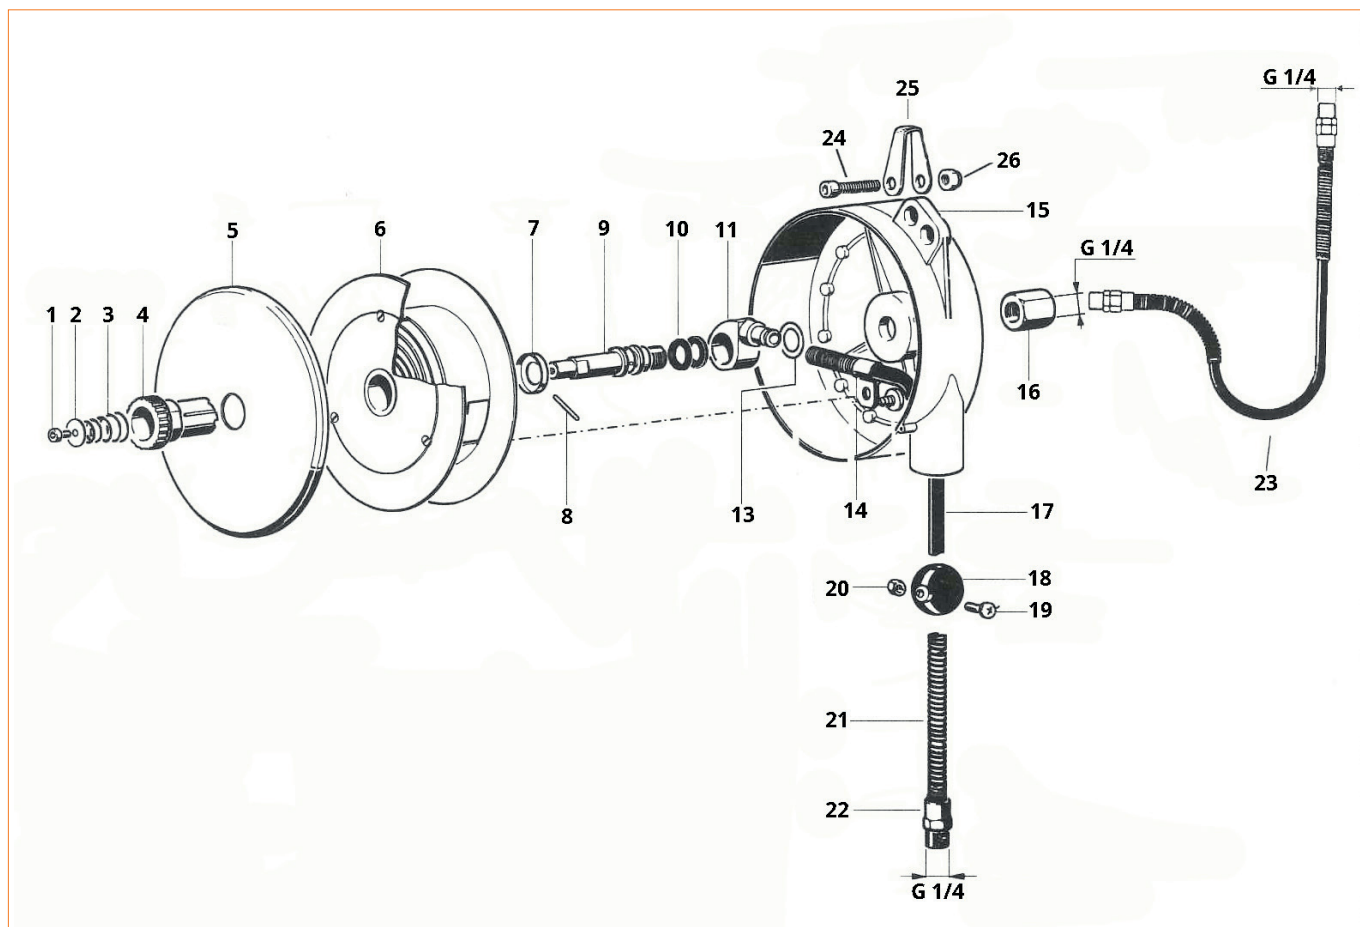

Abbildung 1
Verbinden Sie die Sicherheitsaufhängung S unter ausschließlicher Verwendung des mitgelieferten Zubehörs (Abbildung 1) mit einer ausreichend bemessenen Halterung.
Der Sicherheits-Support darf nicht derselbe sein wie der für die Hauptaufhängung **A** (Abbildung 1). Die maximale Fallhöhe bei einer Beschädigung der Hauptaufhängung darf 100 mm nicht überschreiten. Drehen Sie die Muttern der Klemmen **21215** (Abbildung 1) mit einem Drehmoment von **2 Nm** fest.
- Der Federzug ist regelmäßig einer Sichtprüfung zu unterziehen (zum Beispiel einmal pro Arbeitsschicht). Dabei ist insbesondere der Zustand der Aufhängungen A und S (Abbildung 1), der Befestigungsschrauben und der selbstsperrenden Systeme (falls verwendet) sowie die Beschaffenheit des Schlauches und der Pneumatik-Fittings zu kontrollieren.